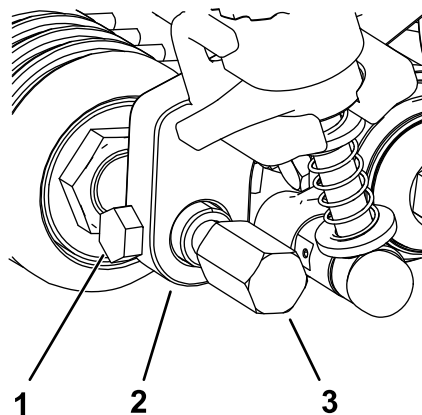

図 24
5. 前ローラのシャフトを左右の刈高ブラケットの中央にセットし、古い刈高アームから外した取り付けねじ2本で固定する 図 24。
6. 前ローラシャフトの左右それぞれにグルーマガードを取り付ける 図 24。